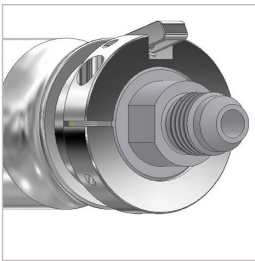

Abbildung 13
- ▶ Die Schiebehülsensicherung (Pos. 2) axial aufschieben (*Abbildung 12*) und lagegerecht (*Abbildung 13*) zu den Schlüssel­flächen von Unterteil (Pos. 3) ausrichten.